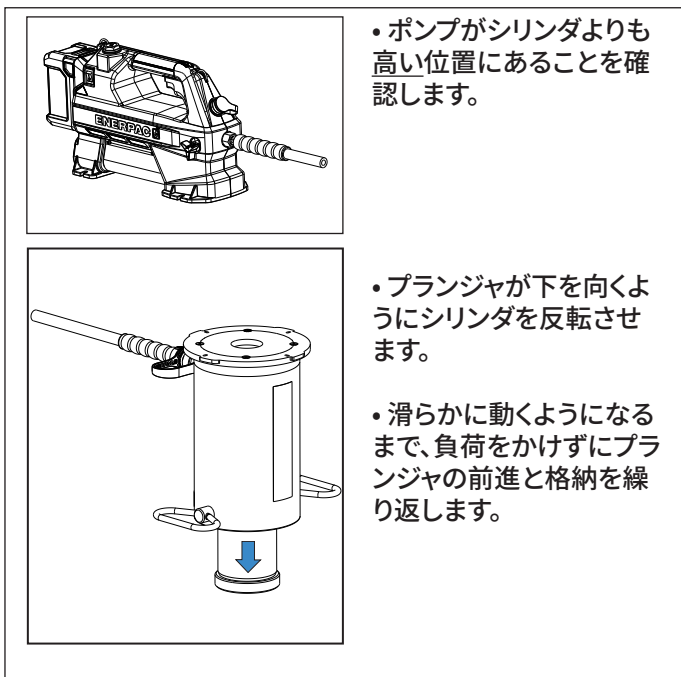

図5: エア抜き
2. ポンプを始動し、前進の限界から完全な格納の位置まで数回シリンダを動かしてください。この操作は、シリンダプランジャが下を向いた状態で、ポンプをシリンダまたは工具よりも高い位置にして行ってください。図5を参照してください。